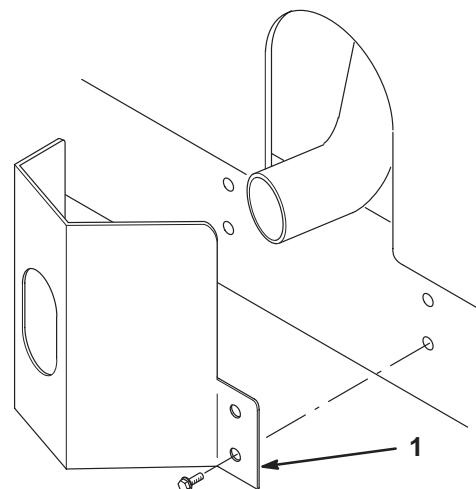

図 9
1. マフラー部の取り付け穴にガードを合わせる(図9)。
2. セルフトップ・ネジ4本で固定する(図9)。